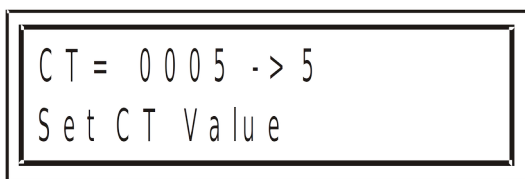

Рис. 11
6. Нажмите **Enter**. Нажимая $\downarrow\uparrow$, задайте значение первичного тока, указанное в маркировке используемого трансформатора. Нажмите **Enter**, чтобы сохранить изменения. Чтобы отменить ввод, нажмите **Back** (рис. 11):